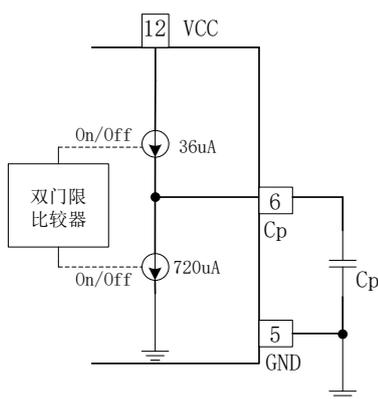

图 8.4a 振荡器 Ct 充放电原理框图
EG1163(S) 仅需一个外接电容可设置 PWM 工作频率，内部采用恒流源对 Cp 电容进行充放电如图 8.4a，灌电流的恒流源内部提供大概 36uA 左右的电流对 Cp 电容进行充电，拉电流的恒流源内部提供大概 720uA 左右的电流对 Ct 电容进行放电，近似的工作频率和电容之间关系由公式 $f=(14.4 \times 10^6)/C_p$ 确定(该公式的电容单位为 pF)，如 $C_p=200\text{pF}$ 的电容，对应的 PWM 工作频率大概为 72KHz。